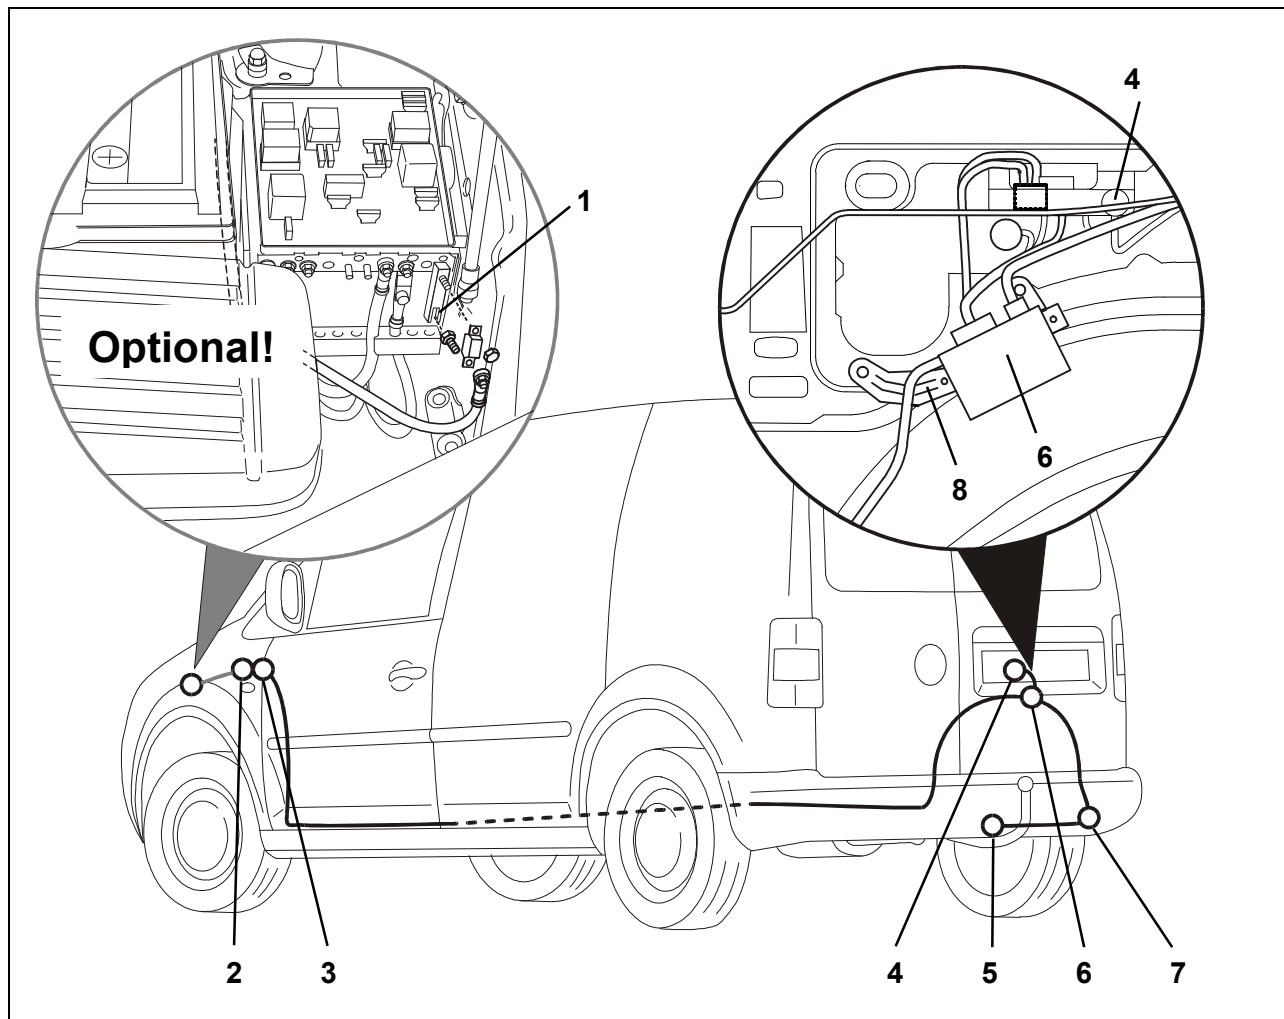

Abb. 1: Einbauübersicht
3. Die fahrzeugseitige 40 mm Lochabdeckung hinten rechts am Fahrzeug im Seitenblech (Abb. 1/7) entfernen.
4. Das Anhängeranschlussgerät (Abb. 1/6) mit den beiliegenden M6-Schrauben auf das mitgelieferte Halteblech (Abb. 1/8) befestigen.
5. Diese Einheit mit den beiliegenden Schnappmuttern und Befestigungsschrauben an die dafür vorgesehene Stelle hinten rechts im Fahrzeug befestigen (Abb. 1/8).
6. Das Leitungsende mit dem 16-poligen Stecker des Steckdosen-Leitungssatzes von außen durch die Kabel-Durchführung nach innen zum Anhängeranschlussgerät (Abb. 1/6) verlegen.
7. Die Gummitülle in die Kabel-Durchführung (Abb. 1/7) einsetzen.
10. Die Steckdose mit den beiliegenden Schrauben am Halteblech (Abb. 1/5) festschrauben und Leitungssatz entlang der AHV befestigen.
11. Das Steckergehäuse 16-fach in den vorgesehenen Steckplatz am Anhängeranschlussgerät (Abb. 1/6) stecken und verrasten.
12. Das Steckergehäuse 12-fach des 8-adrigen Leitungssatzes in den vorgesehenen Steckplatz am Anhängeranschlussgerät (Abb. 1/6) stecken und verrasten.
14. Die braunen Leitungen mit den Ringösen an den fahrzeugseitigen Massepunkt (Abb. 1/4) anschließen.
15. Den verbleibenden Leitungssatz entlang den fahrzeugseitigen Leitungssträngen / -kanälen rechts bis zum Fersenblech zwischen B- und C-Säule verlegen. Hier nach links queren und weiter zum Bereich Bordnetzsteuergerät vorne links verlegen (Abb. 1/2).